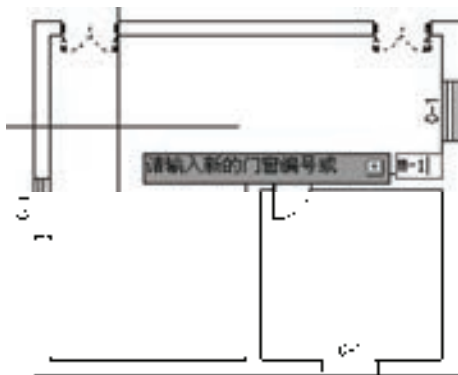

图 5-94 设置门编号
4) 重复调用命令，选择门图形并输入门编号，如图 5-94 所示。